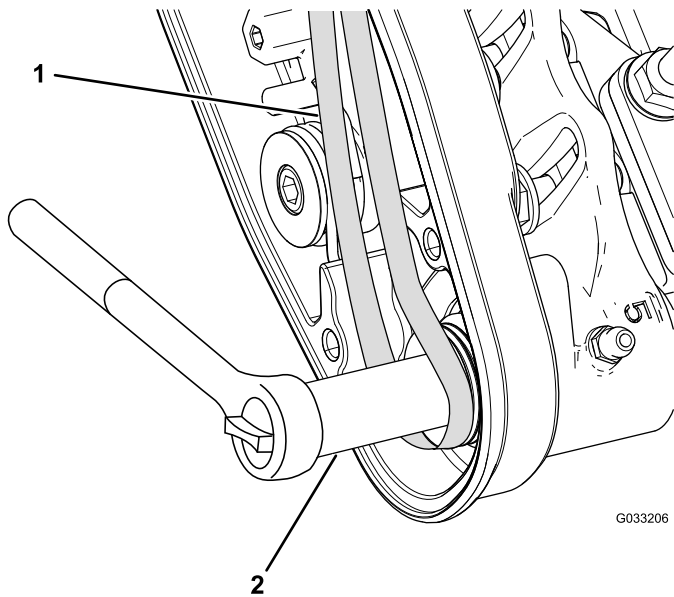

图 13
- 启动**从动**皮带轮上的皮带 图 13。
- 使用深套管9/16 英寸旋转滚筒刷组件并把皮带引入从动皮带轮 图 13。